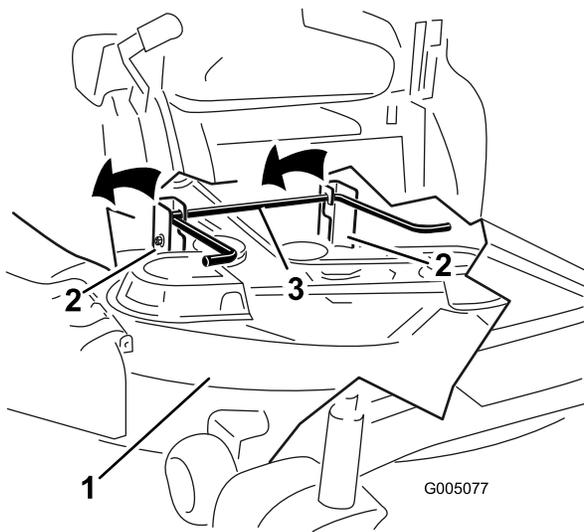

Figura 64
- 7. Eleve la carcasa de corte y desenganche la varilla de elevación trasera de las pletinas de suspensión, y baje el cortacésped con cuidado al suelo (Figura 64).
5. Eleve la parte trasera de la carcasa del cortacésped y coloque las pletinas de suspensión sobre la varilla de elevación trasera (Figura 64).